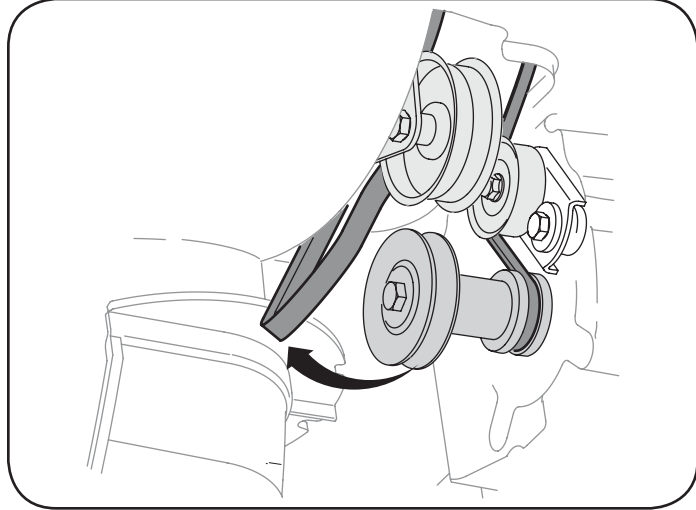

Figure 32
3. Dégagez la courroie de la tarière de la poulie motrice. Voir la Figure 32.